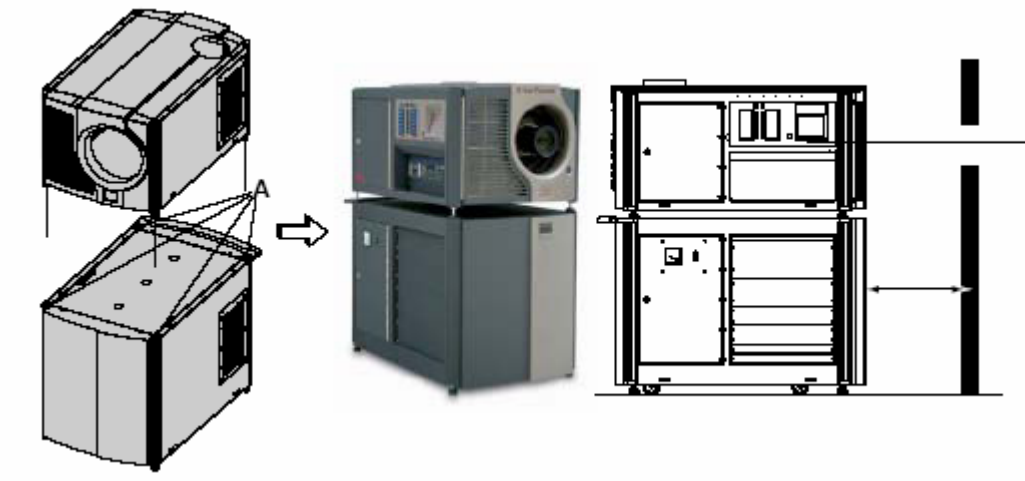

图 7-2 数字放映机头与底座的组装
3. 将数字放映机头面朝放映窗口墙壁，置于数字放映机底座之上，支脚对准数字放映机底座上的脚凳（A）。（图 7-2）